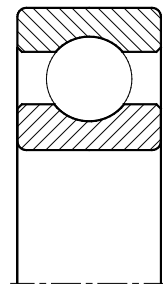

Abb. 2.1
**Einreihige Rillenkugellager** (Abb. 2.1) sind die mit Abstand am häufigsten verwendeten Wälzlager.